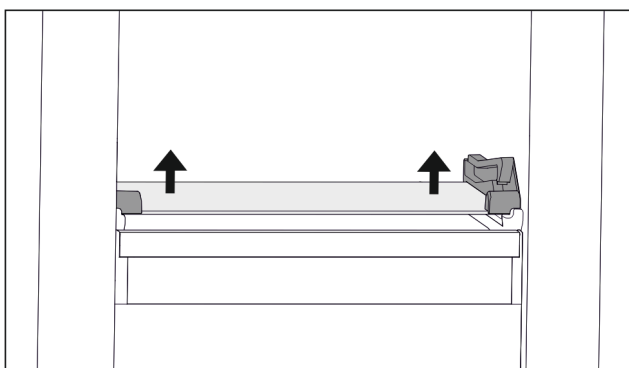

Fig. 66 Placa de vidrio del cajón inclinable
- ▶ Empuje la placa de vidrio desde abajo hacia arriba por ambos lados. (consulte Fig. 66)